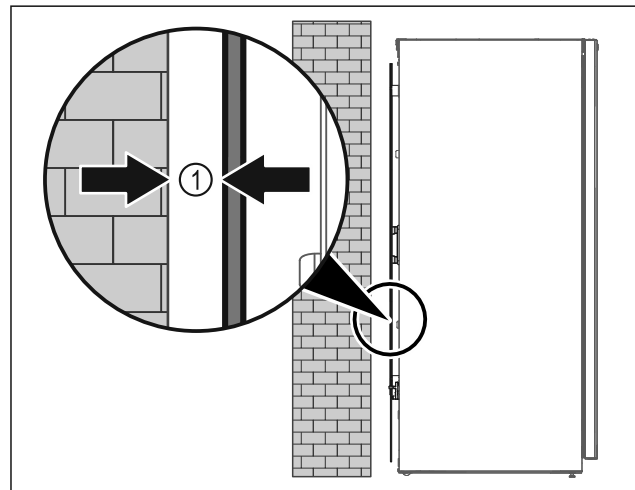

Fig. 8
► Ustavte spotřebič buď volně v místnosti nebo přímo u stěny v minimální vzdálenosti 5 mm Fig. 8 (1).